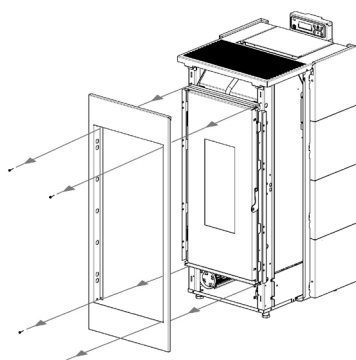

Fig. 38 - Fjern frontpanelet
- Fjern frontpanelet: Løsn de 4 skruer (se **Fig. 38**).